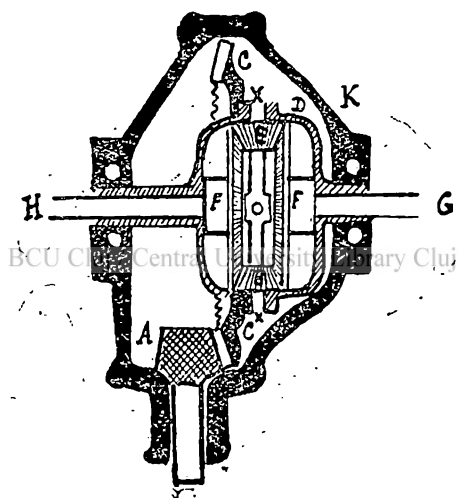

Fig. 8 Diferențialul.
Diferențialul (vezi fig. 8) se compune dintr'un pinion fixat pe axul cardanic A și care angrenează cu așa numita „coroană” a diferențialului (C). Coroana C este solidară cu cutia D a diferențialului, în care se găsesc două pinioane F numite planetare. Pinioanele F la rândul lor sunt solidare cu axele G H numite axe planetare pe care sunt fixate roțile.